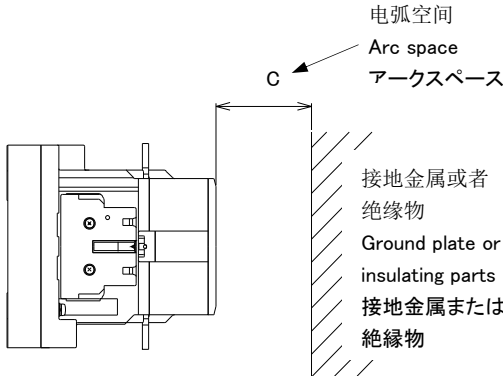
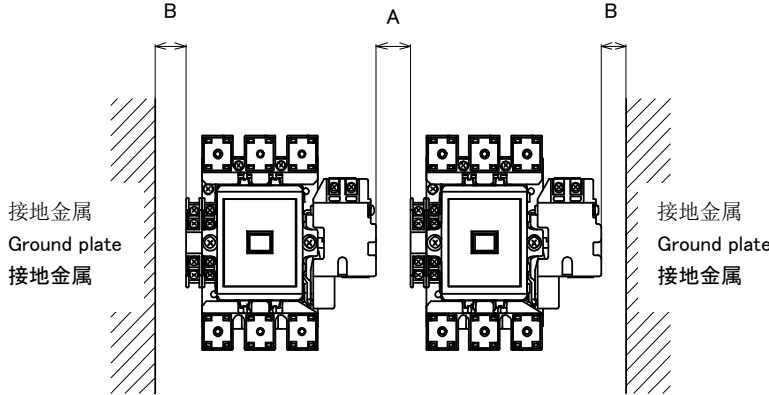

图 2 Fig. 2 図 2
图 3 Fig. 3 図 3
4. 安装空间（图 2,3） Mounting space(Fig. 2, Fig. 3) 取付けスペース(図 2,3)